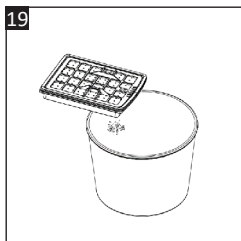

Рис. 19
- Осторожно постучите фильтром HEPA (22) по мусорному ведру, чтобы удалить излишки пыли (Рис. 19).